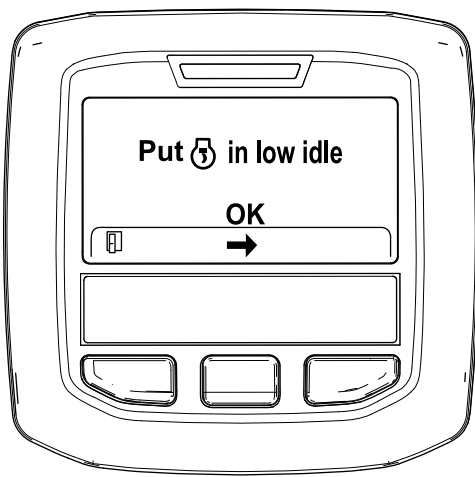

Figura 33
- Mueva el control del acelerador en RALENTÍ BAJO y pulse el botón central (Figura 33).